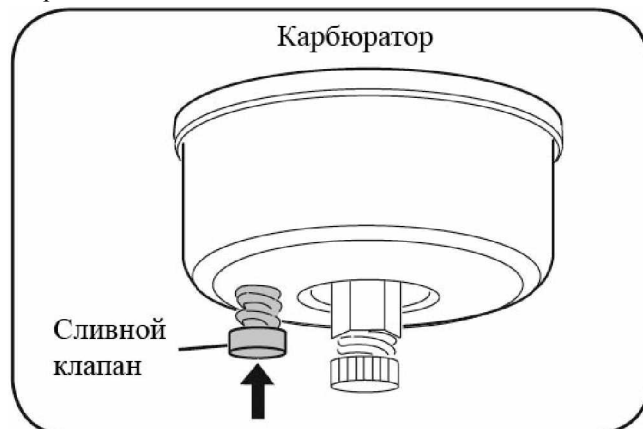

Рис. 14.
3. Слейте остатки топлива из карбюратора, нажав на сливной клапан, расположенный в нижней части карбюратора (см. рис. 14).